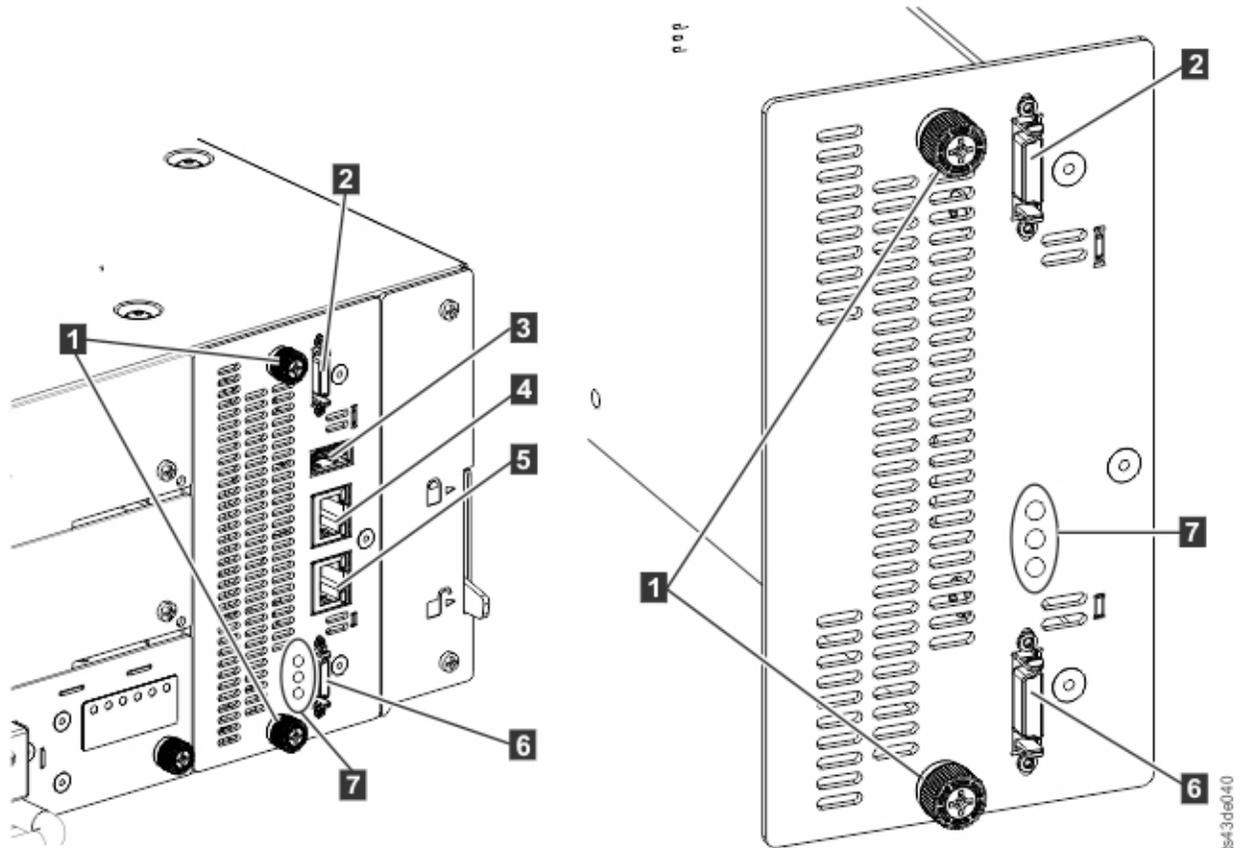

Figure 68. Composants de la carte contrôleur
3. Retirez les câbles Ethernet (4 et 5) et le câble USB (3), le cas échéant. Un module d'extension ne comporte pas de port Ethernet ou USB. Voir Figure 68, à la page 150).
4. Desserrez les deux vis moletées captives bleues (1) sur le contrôleur.
3. Serrez les vis moletées captives bleues (1) avec vos doigts pour le fixer au module.
4. Remplacez les câbles d'interconnexion d'extension (2 et 6), le ou les câbles Ethernet (4 et 5) et le câble USB (3) qui ont été retirés précédemment. Un module d'extension ne comporte pas de port Ethernet ou USB. Voir Figure 68, à la page 150).